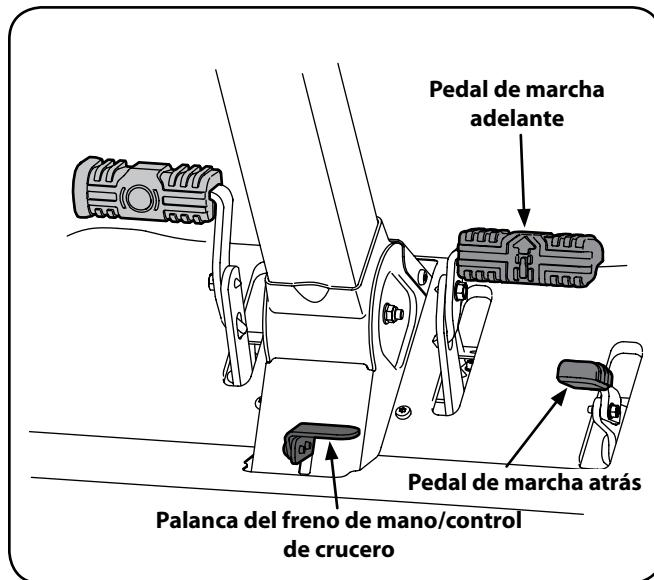

Figura 13
2. Para conducir hacia ADELANTE, presione lentamente el pedal de transmisión marcha adelante hasta alcanzar la velocidad deseada. Vea la Figura 13.
6. Para conducir marcha atrás, verifique que el área de atrás esté despejada. Luego presione lentamente hacia adelante el pedal de transmisión marcha atrás ↓ con la parte anterior de la planta del pie (NO con el talón) hasta alcanzar la velocidad deseada. Vea la Figura 13.